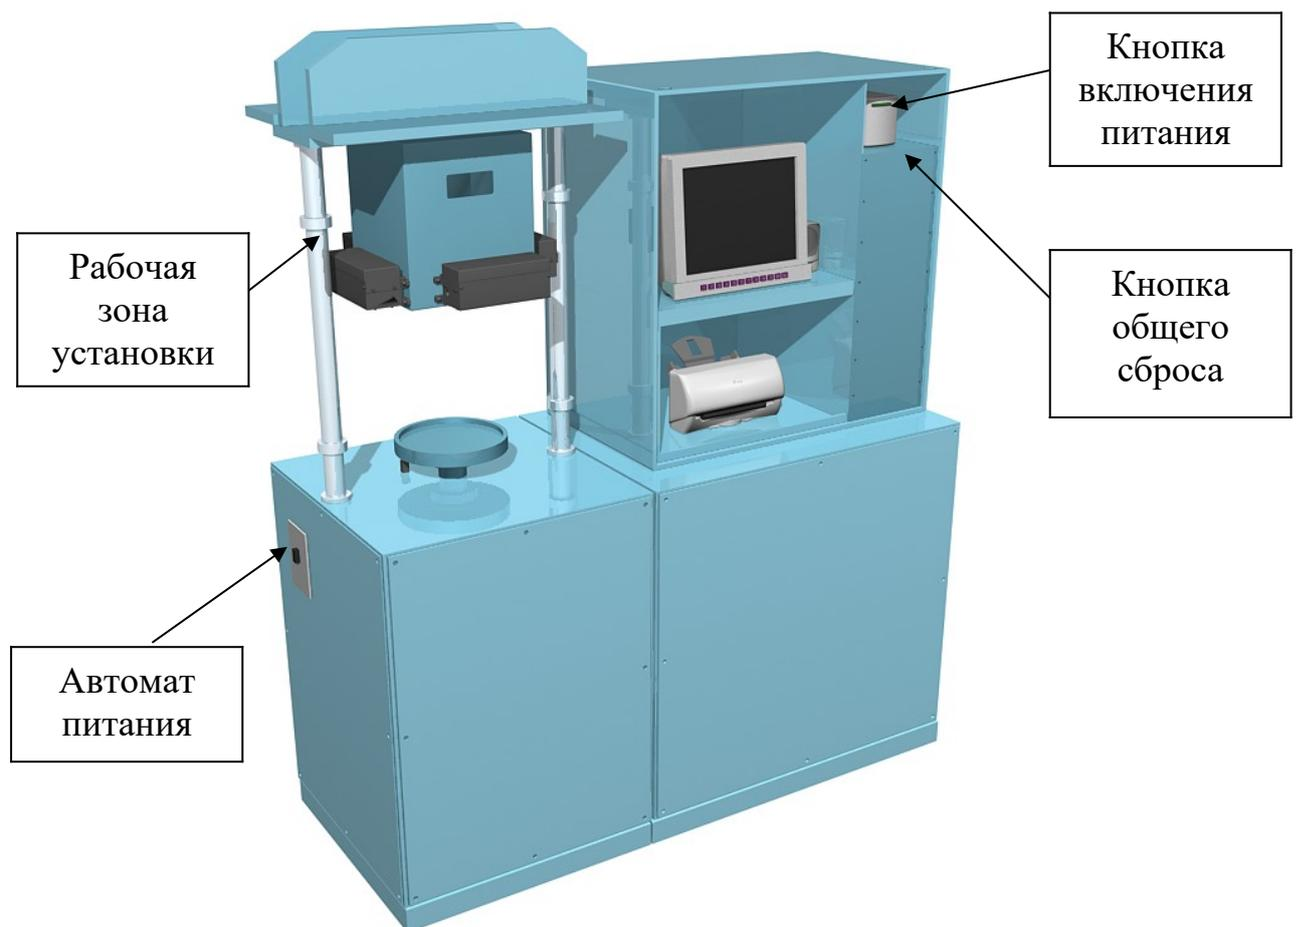

Рисунок 14
17.1.3 Для включения линии необходимо осуществить следующее, рисунок 14: